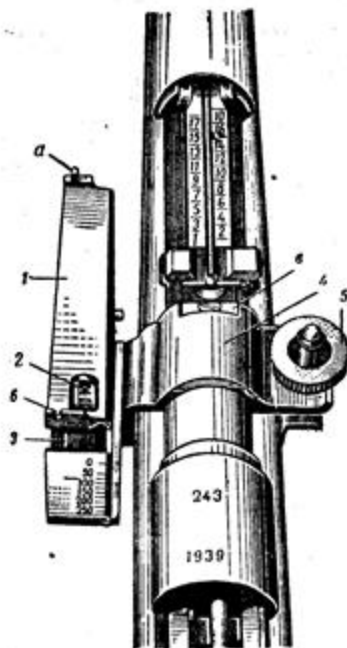
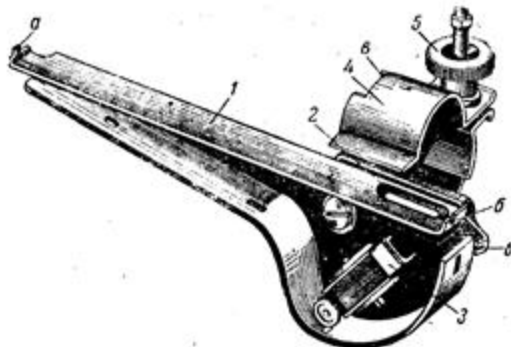

Рис. 15. Прицельное приспособление на ружейном гранатомёте (вид сверху):
Рис. 16. Прицельное приспособление ружейного гранатомёта (вид слева):
штывка, и прицельного приспособления (рис. 15), закрепляемого у колодки прицельной рамки винтовки или карабина.
Прицельное приспособление (рис. 15 и 16) состоит из визирной планки 1 с прорезью 6, мушкой а и уровнем 2; пружинного стопора 3; обоймы 4 с вырезом в, указателем б с риской и винтового зажима 5. На тыльной выгнутой части визирной планки имеется две шкалы, рассчитанные для стрельбы осколочными гранатами.
Деления шкал обозначены цифрами от 0 до 250, соответственно дальностям в метрах. Верхняя шкала (см. рис. 15) служит для стрельбы прямой наводкой (полу-
5. Закрепить прицельное приспособление у колодки прицельной рамки винтовки (карабина), для чего опустить винтовой зажим 5 (см. рис. 16), разжать обойму 4, надеть прицельное приспособление так, чтобы колодка прицельной рамки винтовки (карабина) вошла в вырез в наобойме (см. рис. 15), после чего закрепить обойму винтовым зажимом.
1. При стрельбе из ружейного гранатомёта установить прицел соответственно дальности до цели. Для этого нажать на пружинный стопор 3 (см. рис. 16), повернуть